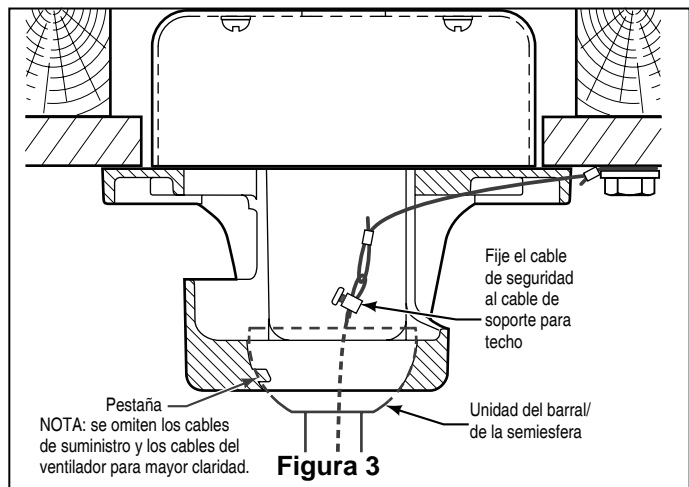

Figura 3
3. Afloje los dos tornillos de fijación del soporte del barral. Alinee los orificios del pasador en el barral con los orificios del soporte del mismo. Instale el pasador y asegúrelo con el pasador de horquilla. Asegúrese de empujar la pata recta del pasador de horquilla a través del orificio cerca de la punta del pasador hasta que la parte curva del pasador de horquilla se cierre con un clic alrededor del pasador. El pasador de horquilla debe estar instalado correctamente para evitar que el pasador se afloje. Tire del barral para asegurarse de que el pasador está instalado correctamente. (Figura 3)
4. Pase los cables a través de la cubierta de unión del motor, y capuchón con el lado abierto apuntando hacia arriba. (Figura 3)
4. Levante cuidadosamente el ventilador y coloque el ensamble de la bola para colgar/varilla en la abrazadera para colgar que acaba de fijar a la caja de salida. Asegúrese de que la ranura de la bola esté alineada con la lengüeta de la abrazadera para colgar. (Figura. 3)
5. Ajuste las aspas ensambladas y los soportes al buje del motor con los tornillos y las arandelas de seguridad suministrados. (Figura 3)